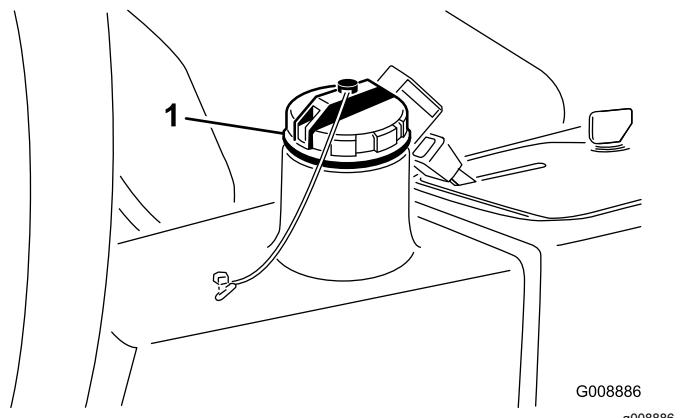

Figura 81
4. Llene el depósito (Figura 81) con aproximadamente 13,2 litros de aceite hidráulico; consulte Comprobación del sistema hidráulico (página 28).